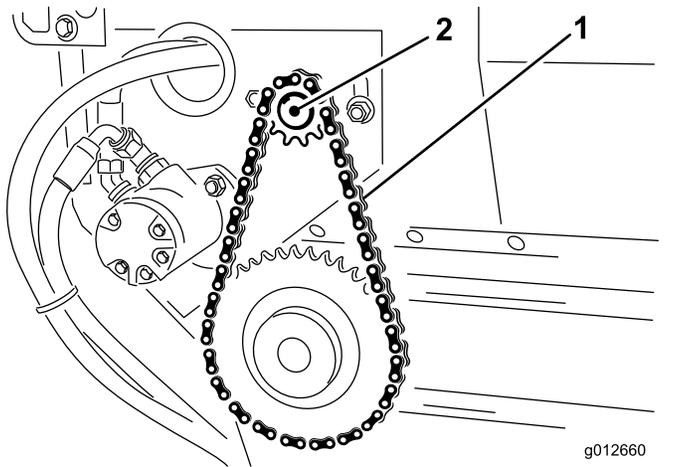

Figura 24
3. Desaperte os parafusos e as porcas que prendem o motor e a montagem das rodas motoras ao chassis principal (Figura 24).
4. Rode o motor e montagem das rodas motoras (Figura 24) nas ranhuras de montagem até que a corrente da correia transportadora flita 3,2 mm.
5. Aperte as porcas de montagem (Figura 24).